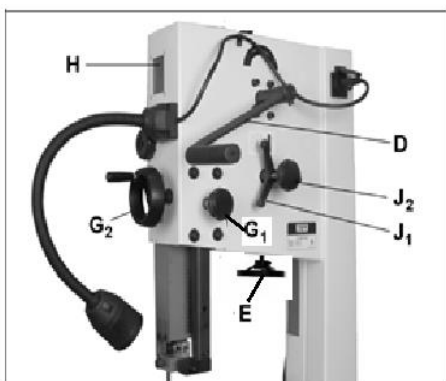

Рис.9
6. Поднимите рычаг быстрого натяжения (см. D, рис.9) в положение отпуска. При необходимости поверните маховик натяжения (E, рис.9) против часовой стрелки для дальнейшего ослабления натяжения.